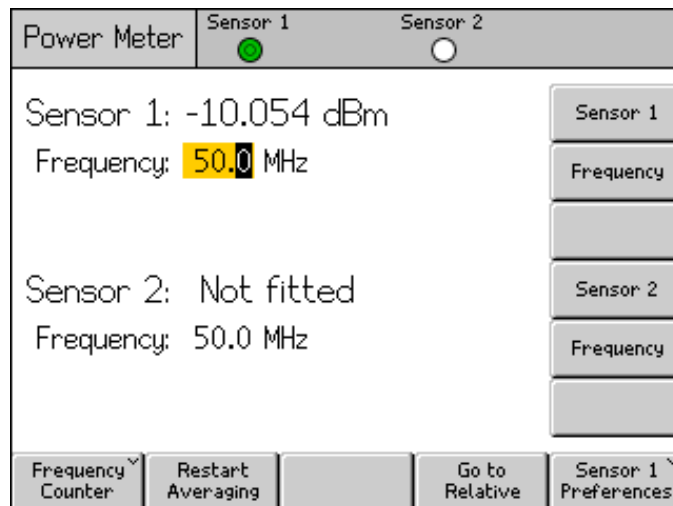

図 3-39. [Power Meter (パワー・メーター)] 画面 - 周波数の設定
有効な測定値を得るためには、接続された各センサーの周波数設定が測定対象信号の周波数に対応している必要があります。周波数を設定するには、**MEAS** を押してパワー・メーター読み取り画面を表示します。**[Frequency (周波数)]** ソフトキーを押し、必要なセンサーの周波数フィールドを選択します (センサー 1 またはセンサー 2 の周波数フィールドと対応する位置にあるソフトキー)。例を図 3-39 に示します。周波数の値は、カーソル・キーやスクロール・ホイールを使用するか、キーパッドで値を直接入力することで調整できます。許容される周波数の値は接続されたセンサーに応じて決まり、一般に 0 Hz を含みません。
1. **[MEAS]** を押してパワー・メーター読み取り画面を表示します。例を図 3-39 に示します。